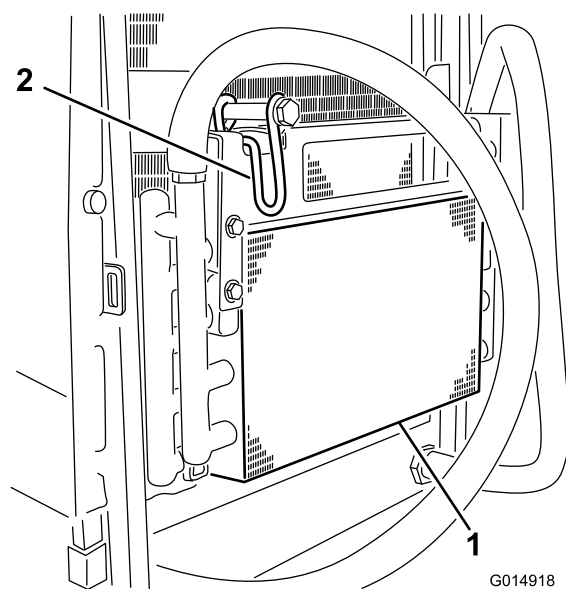

図 42
6. オイルクーラのラッチを内側に回してオイルクーラを解放する 図 42。